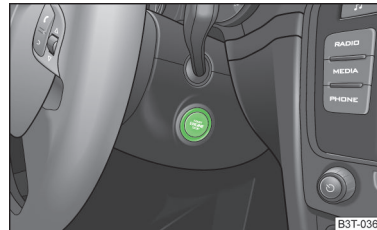

Abb. 123
- Den Motor abstellen bzw. die Zündung durch Drücken des Starterknopfes ausschalten » Abb. 123.
- Den Starterknopf » Abb. 123 auf Seite 136 kurz drücken, die Zündung wird eingeschaltet.
- Den Starterknopf » Abb. 123 auf Seite 136 kurz drücken - der Motor springt an.
- Den Starterknopf » Abb. 123 auf Seite 136 kurz drücken, die Zündung wird ausgeschaltet.
- Durch Drücken des Starterknopfes » Abb. 123 auf Seite 136 den Motor abstellen, gleichzeitig schaltet sich auch die Zündung aus.
- Den Starterknopf » Abb. 123 auf Seite 136 für länger als 1 Sekunde oder zweimal innerhalb von 1 Sekunde drücken.